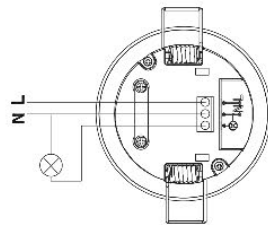

Fig.2
- 2 Collegare i fili di alimentazione ai morsetti secondo lo schema di collegamento (Fig.2).